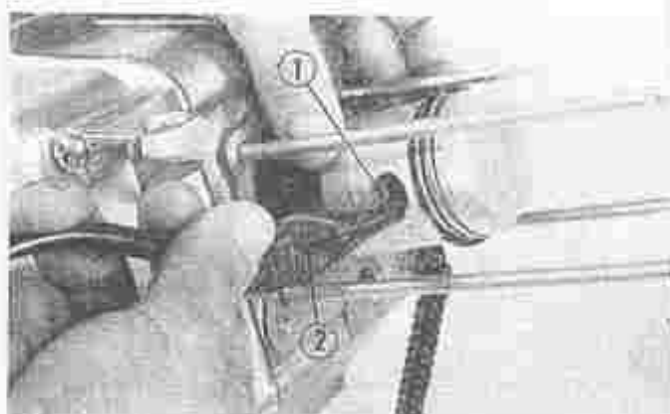

Fig. 30 Demonteren van de zuiger
- 7) Verwijder het zuigerpen-borgveertje met een punttang, duw de zuigerpen uit de zuiger en neem de zuiger weg. (Fig. 30)